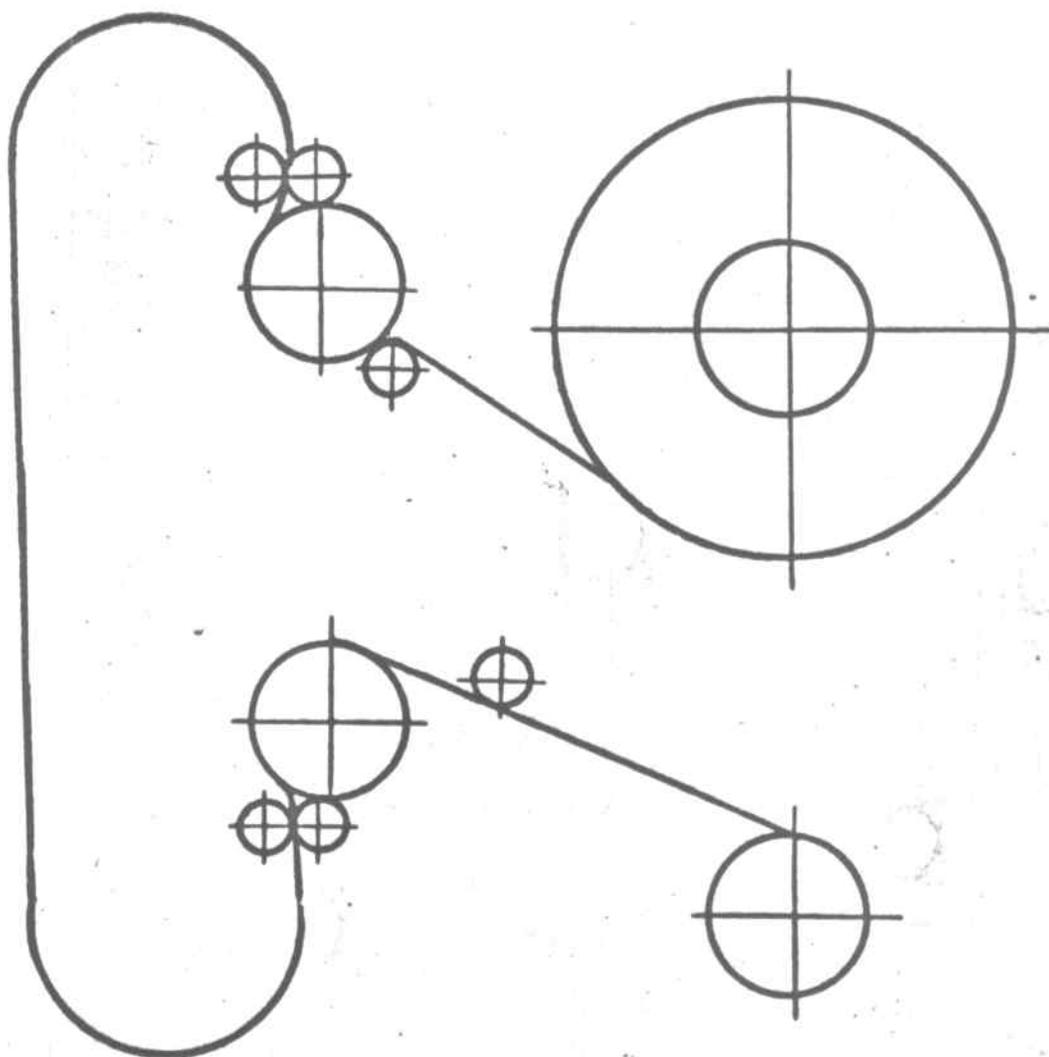

Рис.16
- 4) зарядку аппарата производите согласно схемы рис. 16 ;
5) наденьте бобышку с кинопленкой на сматыватель 119 (см.рис.8) и пропустите кинопленку по верхнему зубчатому барабану, как показано на рис.16;
2) установите верхнюю и нижнюю петлю как показано на рис.16.